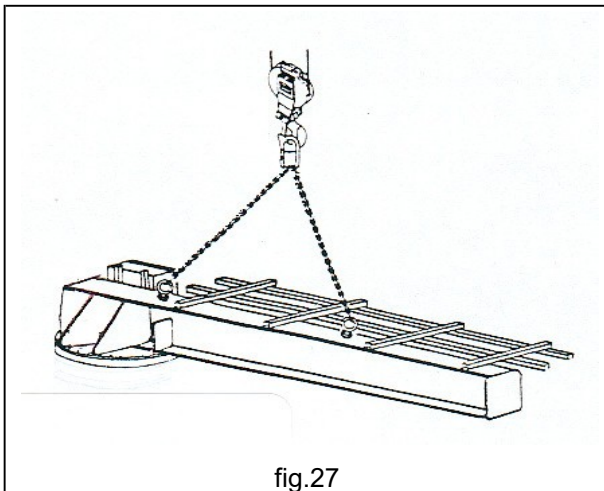

fig.27
2. Eslingar el brazo en los puntos predeterminados como se indica en la (fig.27), y levantarlo con los medios adecuados para esta finalidad, o puente grúa o grúa móvil y eslingas correspondientes de capacidad y características adecuadas según la masa por manipular, teniendo cuidado de mantener la viga de deslizamiento horizontal con respecto al suelo. Tenga cuidado de no dañar el panel de mando, la instalación eléctrica de alimentación de cables festoons (canales, cables, etc.) que, generalmente, ya están montados en el brazo.